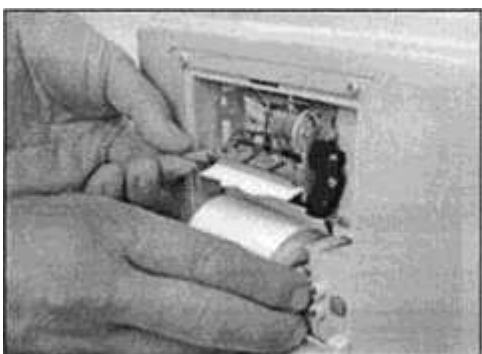

Рис. 52
- б. Откройте переднюю крышку, удалите рулон бумаги и поднимите печатающую головку, как показано на рис.52.